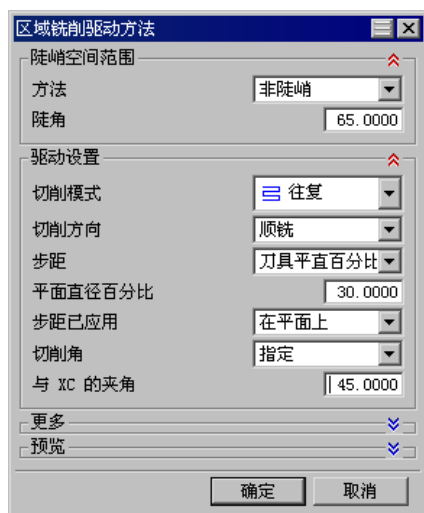

图 12.10 “区域铣削驱动方法”对话框
Step2. 在“区域铣削驱动方法”对话框中设置图 12.10 所示的参数，然后单击 **确定** 按钮，系统返回到“轮廓区域非陡峭”对话框。